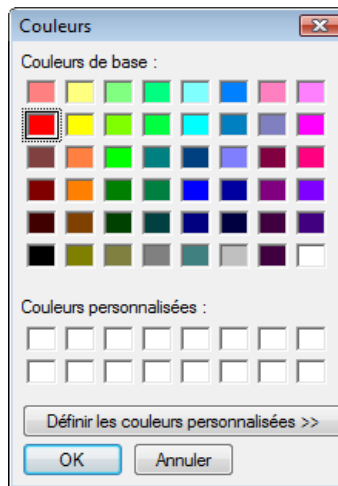

Figure 4-54 Boîte de dialogue Couleurs
4. Cliquez sur la couleur désirée dans la boîte de dialogue **Couleur**, et puis cliquez sur **OK** (voir la Figure 4-54 à la page 295).